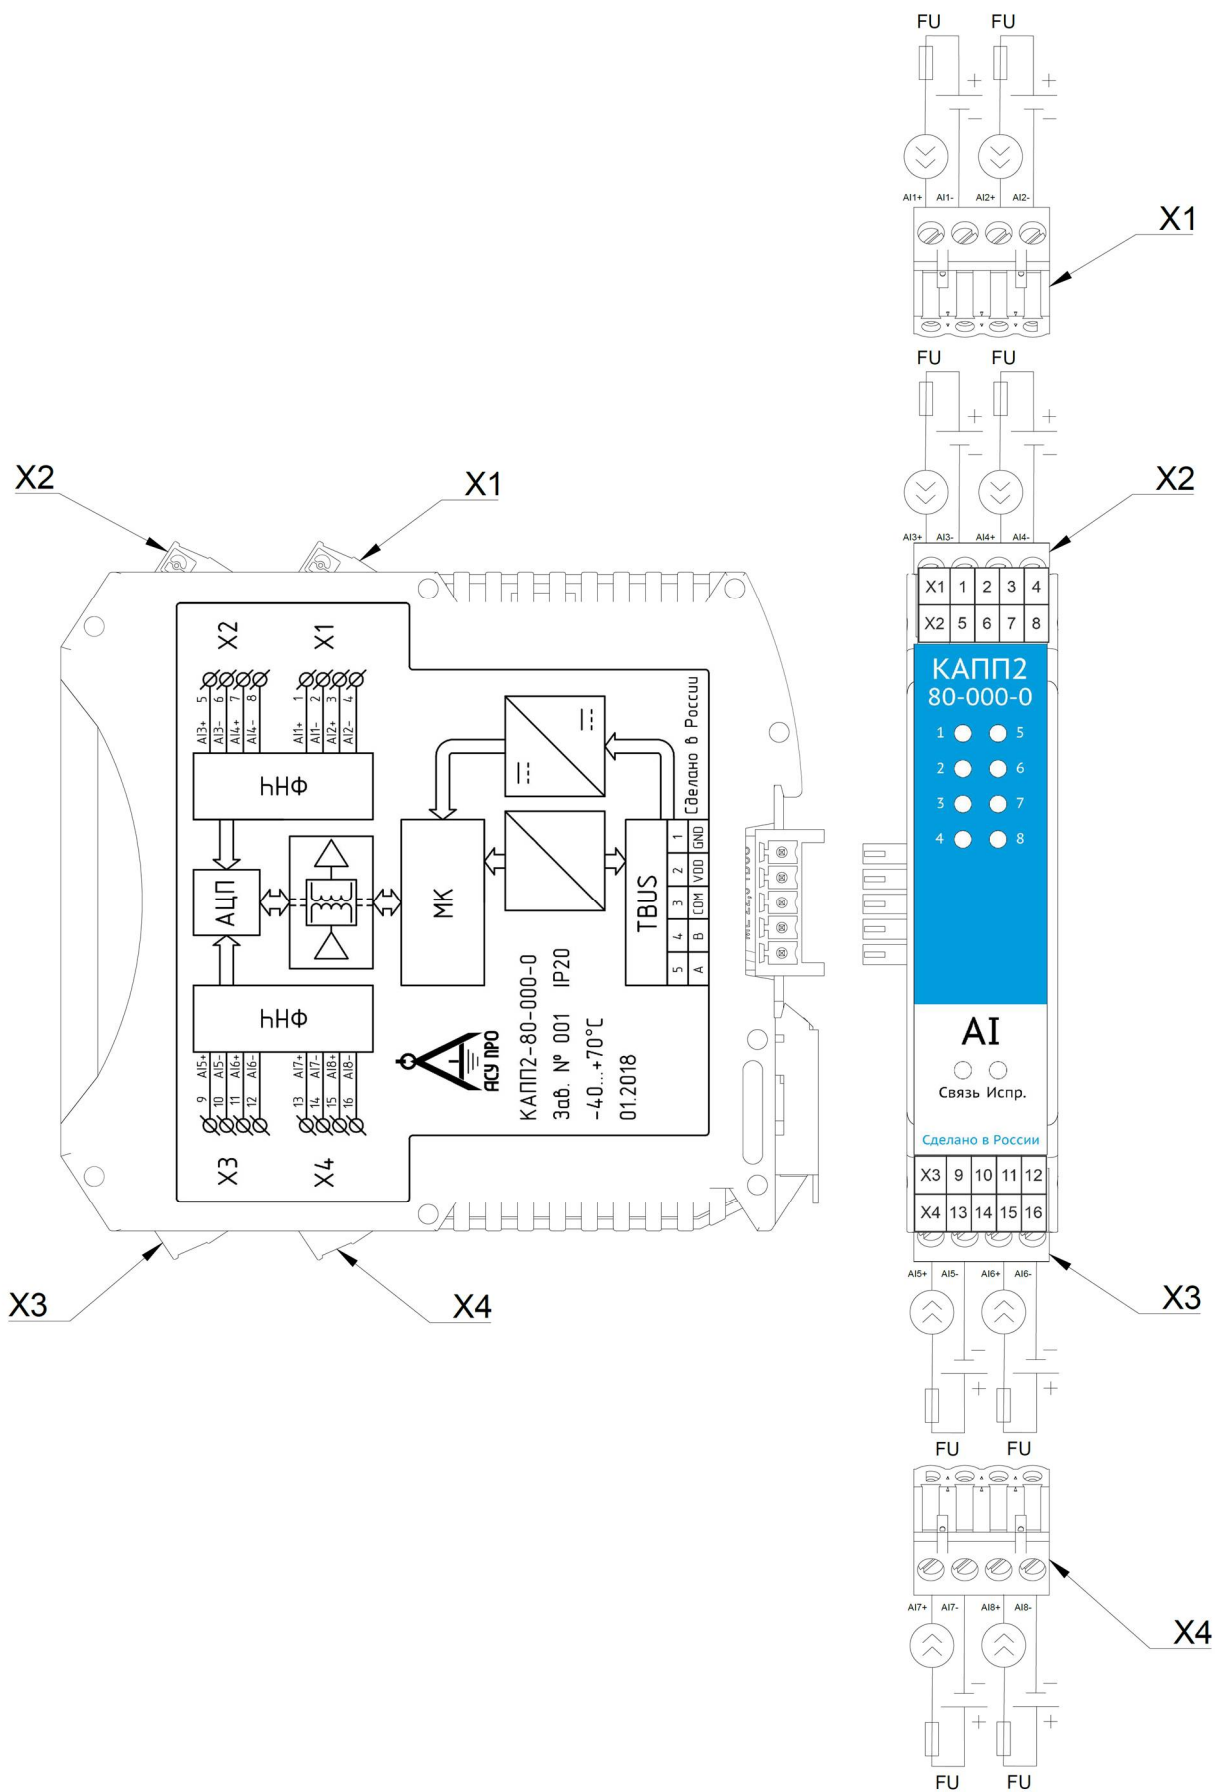

Рисунок 2 – Схема соединений модуля КАПП2-80-000-0 в режиме измерения силы тока
2.2.2.1 Питание модуля следует осуществлять от локального блока питания подходящей мощности, установленного совместно с модулем в шкафу электрооборудования. Во внешней цепи блока питания рекомендуется установить выключатель, обеспечивающий отключение модуля от сети. Подключение питания осуществляется через шину TBUS (см. рисунок 2).